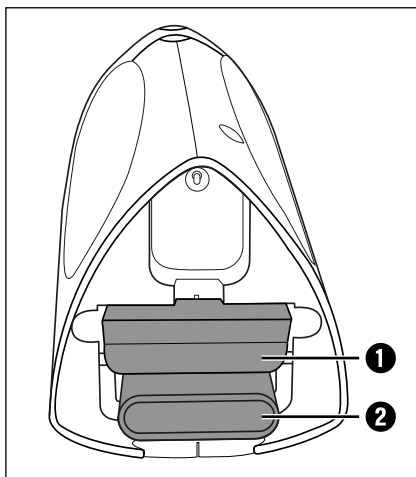

Fig. 3
- 2) Sæt evt. et passende mundstykke på sugeåbningen. Fugemundstykket **2** og vådmundstykket **1** ligger i håndtagets tilbehørsrum og opbevares dermed pladsbesparende (fig. 3).